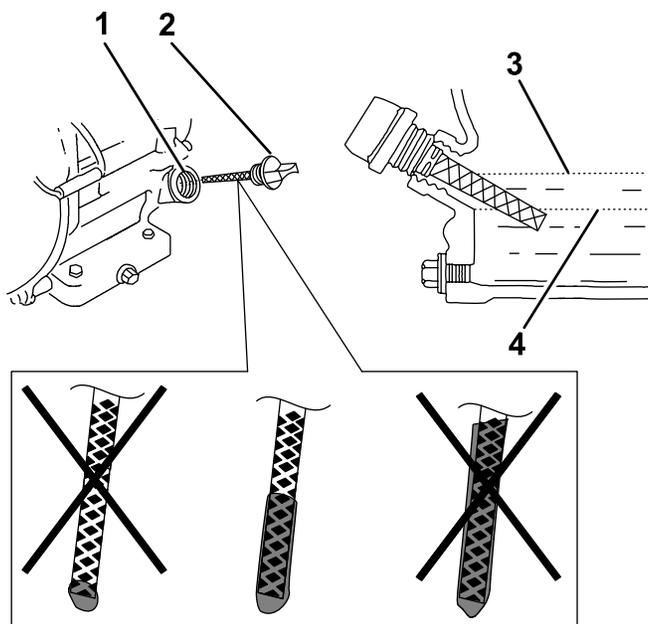

Figure 36
1. Sortez la jauge (Figure 36) et versez lentement de l'huile par l'orifice de remplissage jusqu'à ce qu'elle atteigne le repère supérieur (bord inférieur de l'orifice de remplissage) sur la jauge.